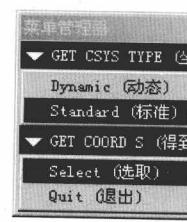
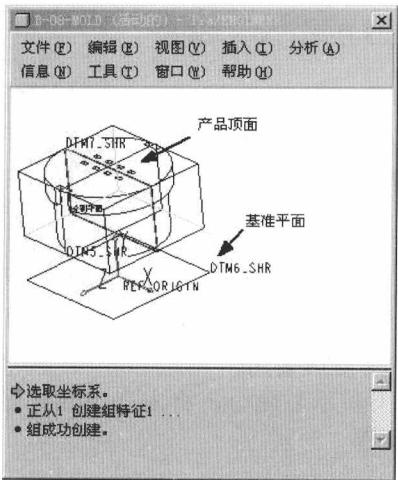

图 1.19
图 1.20
- ⑤ 单击“参照模型起点与定向”选项组中的箭头。现在激活了【菜单管理器】，如图 1.19 所示。【活动窗口】如图 1.20 所示。
再选择“产品顶面”，如图 1.20 所示。接着选择“基准平面”，如图 1.20 所示。